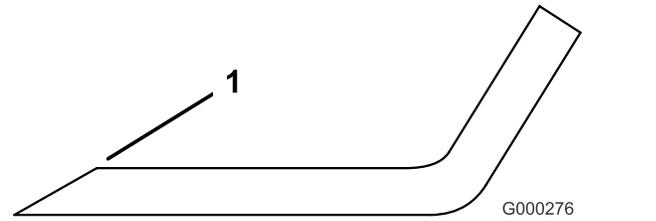

Figure 101
1. Au moyen d'une lime, aiguiser les tranchants à chaque bout de la lame (Figure 101).